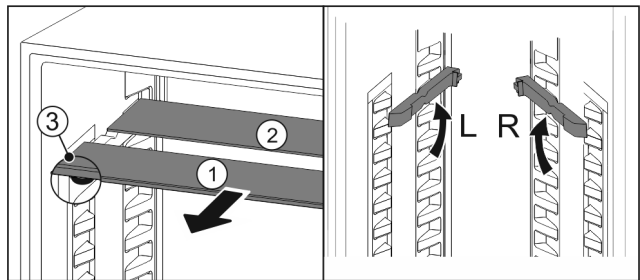

Fig. 26
- ▶ По одной извлеките Fig. 26 (1) стеклянные панели движением вперед.
- ▷ Стеклянная панель Fig. 26 (1) с декоративной планкой лежит спереди.
- ▷ Стопоры Fig. 26 (3) показывают вниз.